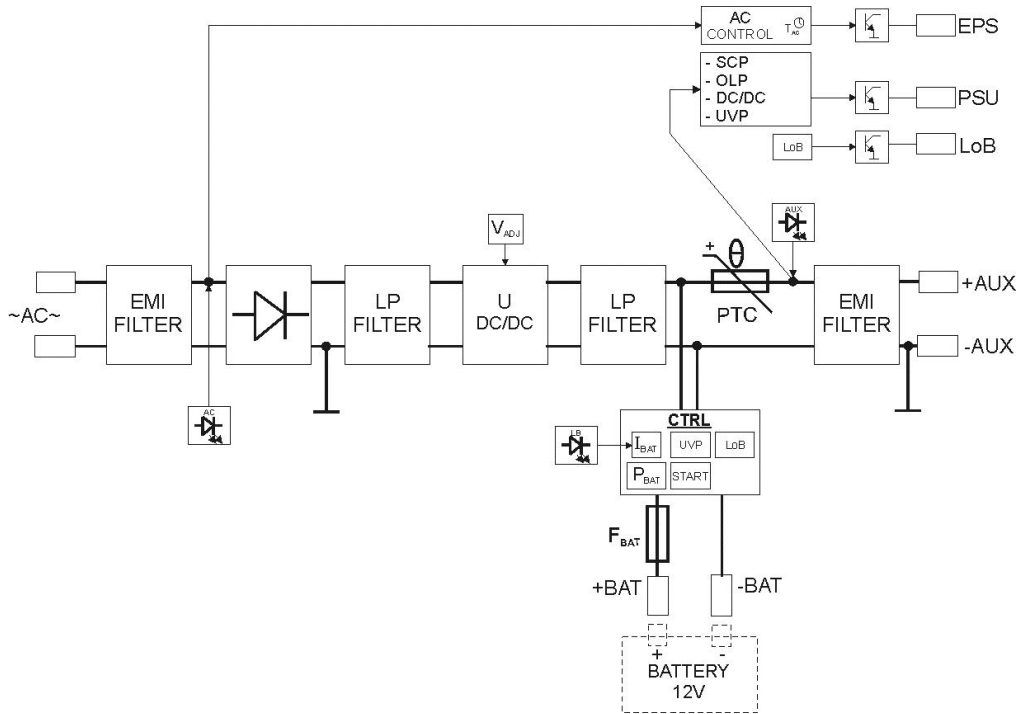

Fig.1. Diagrama de flujo del módulo de fuente de alimentación.
1.2. Diagrama de flujo (fig.1).